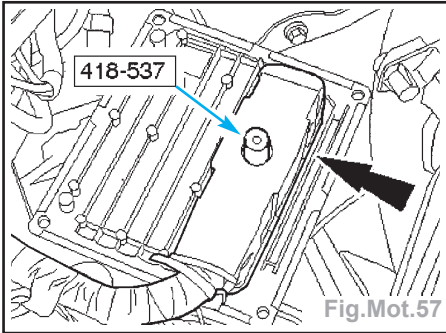

Fig.Mot.57
- Insérer l'outil **418-537** (douille de foret) dans le connecteur du calculateur (Fig. Mot.57).
- Débrancher le connecteur de calculateur et déposer le calculateur (flèche) (Fig.Mot.57).